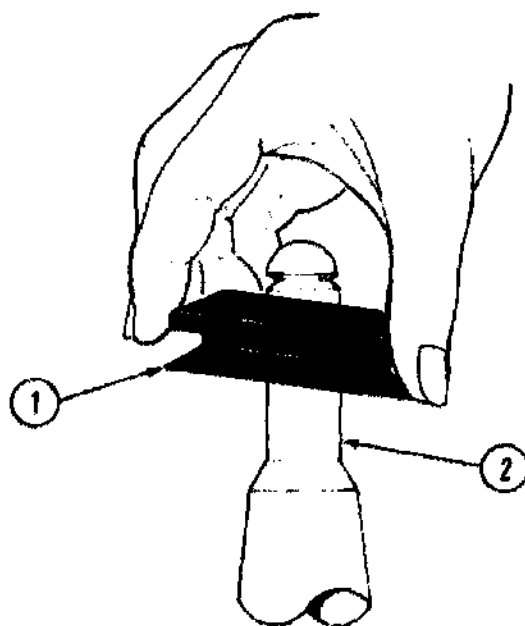

Рисунок 4-1
- а. Удалите ротор. Осторожно удалите прокладку V-кольца (1) с главного вала (2). См. Рис. 4-1.